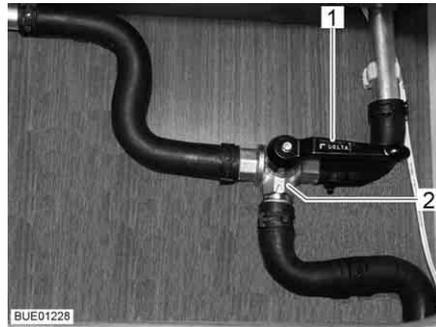

Bild 136 3-Wege-Ventil
- Den Hebel (Bild 136,1) des 3-Wege-Ventils (Bild 136,2) parallel zur geraden Durchflussrichtung (Bild 136) stellen.
- Den Hebel (Bild 136,1) des 3-Wege-Ventils (Bild 136,2) quer zur geraden Durchflussrichtung stellen.